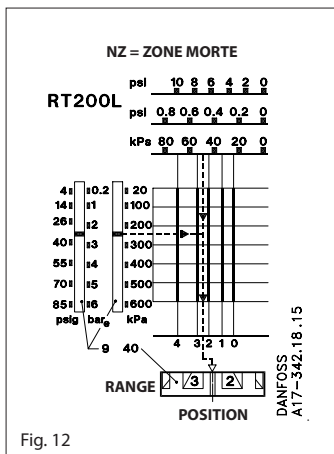

Fig. 12
Régler la zone neutre: 35-32 = 3 m C.E. égal à 0.3 bar avec la molette de zone neutre (40), fig. 8 page 9. Comme il ressort du diagramme fig. 12, régler la molette juste au-dessus de 1. Le montage d'essai fig. 14 permet d'obtenir un réglage plus précis.